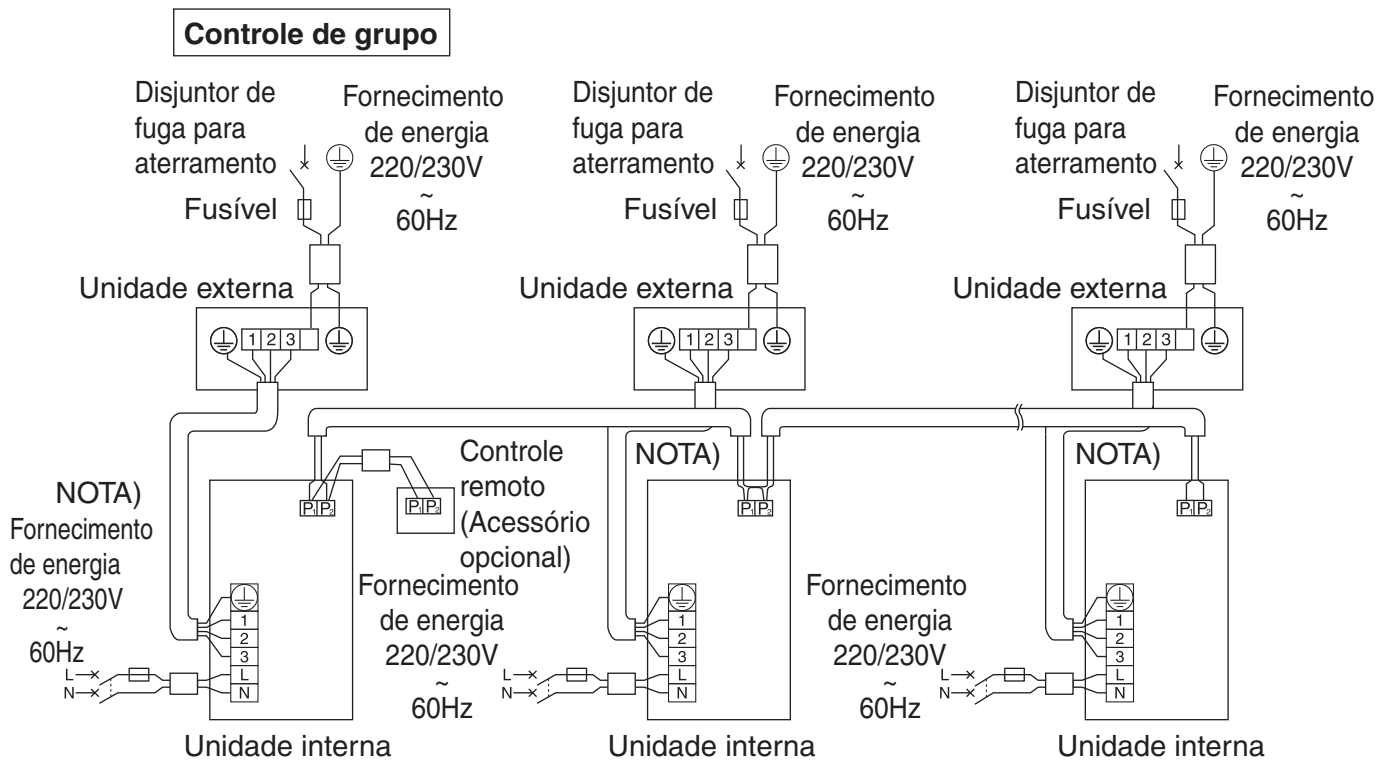

Fig. 26
- **Controle de grupo:** Um controle remoto controla até 16 unidades internas. (Todas as unidades internas funcionam de acordo com o controle remoto) **(Consulte a Fig. 26)**